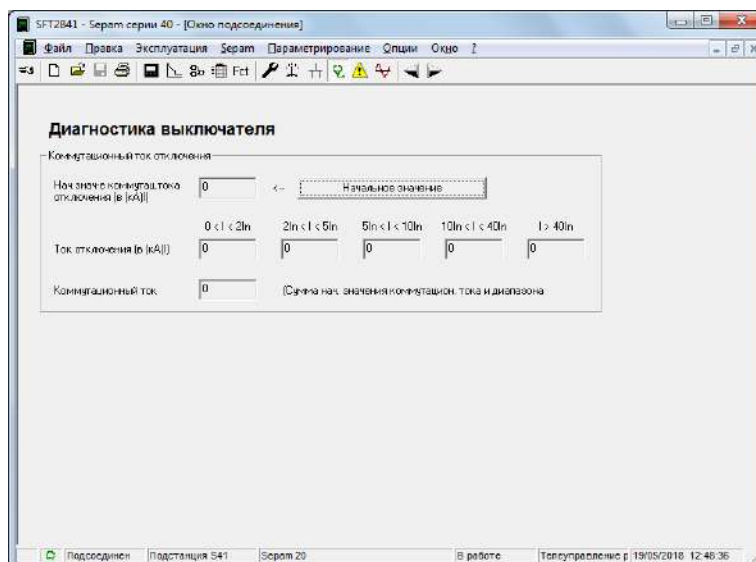

Рисунок 1.16 – Окно «Диагностика выключателя»
22. Иконка «Диагностика выключателя» (рис. 1.16) определяет параметры срабатывания выключателя.